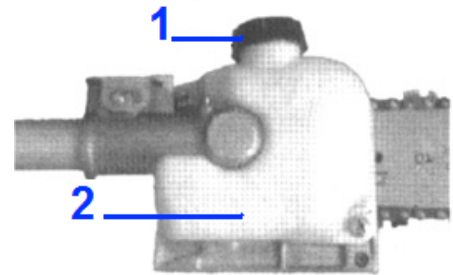

Fig.PP8
1. Poser l'élagueuse à plat sur une surface dégagée et plane avec le bouchon du réservoir vers le haut. (Fig.PP8). Nettoyer tout débris autour du bouchon (1) et du goulot de remplissage.
2. Retirer le bouchon (1) du réservoir, remplir le réservoir avec de l'huile appropriée. Puis replacer le bouchon (1).